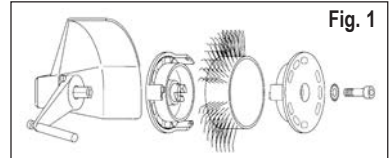
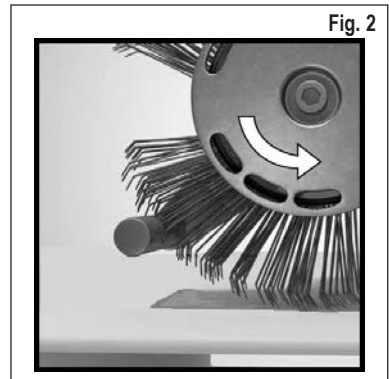

Fig. 1
Fig. 2
3. Interrumpa el suministro de aire comprimido y, a continuación, sujete correctamente el Anillo de Púas Bristle Blaster® de 23 mm, o bien, de 11 mm con el correspondiente Adaptador (observe la dirección de marcha) y la arandela de frenado dentellado prevista para tal fin y el tornillo en la herramienta. Véase Fig. 1 y Fig. 2
- ¿Está marchando el Anillo de Púas en el sentido opuesto al correcto? – Alinee el Anillo de Púas de tal manera que marche en la dirección prescrita (véase Capítulo 7, Puesta en funcionamiento, Fig. 2).